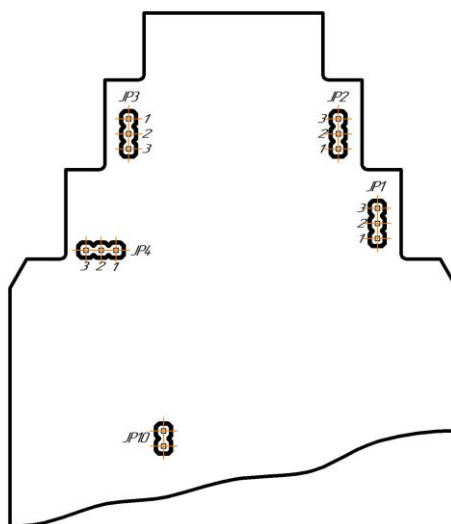

Рисунок 5.1 – Положение переключки на плате модуля (корпус модуля снят)
4.3.6.1 Обесточить модуль, снять с шины и установить перемычку JP10 (положение – см. рис. 5.1), после чего установить модуль обратно на шину. Модуль перейдет в режим конфигурации сетевых настроек, о чем будет свидетельствовать мигание светодиода "PWR" на передней панели прибора.
Для питания пассивных датчиков с токовым выходом по двух или трехпроводной схеме можно использовать внутренний источник питания ($I_{\text{вых.макс.}}=25 \text{ mA}$, $U_{\text{вых.}}=21 \text{ В}$), для чего нужно установить перемычки JP1-JP4 (размещение – см. рис. 5.1, стр. 14) в положение 1-2 и использовать схему подключений, показанную на рис. Б.3.